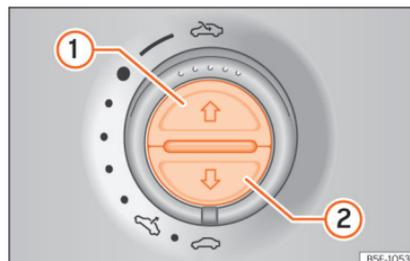

Abb. 149 In der Dachinnenverkleidung: Tasten des Sonnenschutzrollos.
Vollständig öffnen (automatische Funktion)	Taste »» Abb. 149 1 kurz drücken.
- Der Schalter muss auf der Position „geschlossen“ »» Seite 20 (1) stehen.
- *Panorama-Schiebedach:* Innerhalb von etwa 5 Sekunden nach dem Auslösen der Kraftbegrenzung den Schalter hinten so lange ziehen »» Seite 20 (Pfeil (5)), bis das Panorama-Schiebedach vollständig geschlossen ist.
- *Sonnenschutzrollo:* Innerhalb von etwa 5 Sekunden nach dem Auslösen der Kraftbegrenzung die Taste »» Abb. 149 (2) so lange drücken, bis das Sonnenschutzrollo vollständig geschlossen ist.